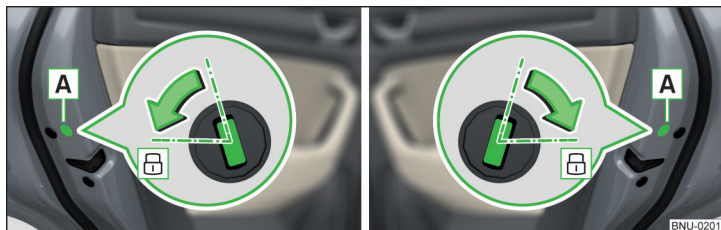

Fig. 334 Portiera stânga / dreapta
- › În cazul autovehiculelor cu masca **A**, înlocuiți-o » fig. 334.